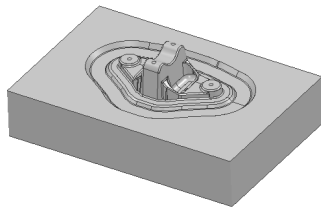

图 5-94 练习题 2) 图
2) 图 5-94 所示凸模零件,含有结构特征和三维曲面特征,计算其加工刀具路径。毛坯为方坯,刀具和切削参数自定义。零件数模在光盘中的存放位置:光盘符:\习题\ch05\xt 5-02.dgk。